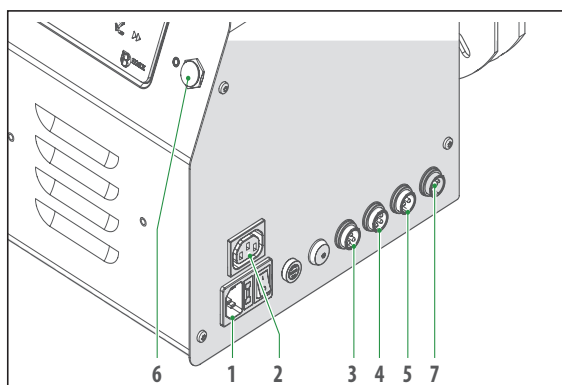

Fig. 16 Conexiones eléctricas
- D) Conecte la alimentación de la red eléctrica en la toma del quemador (1 fig. 16).